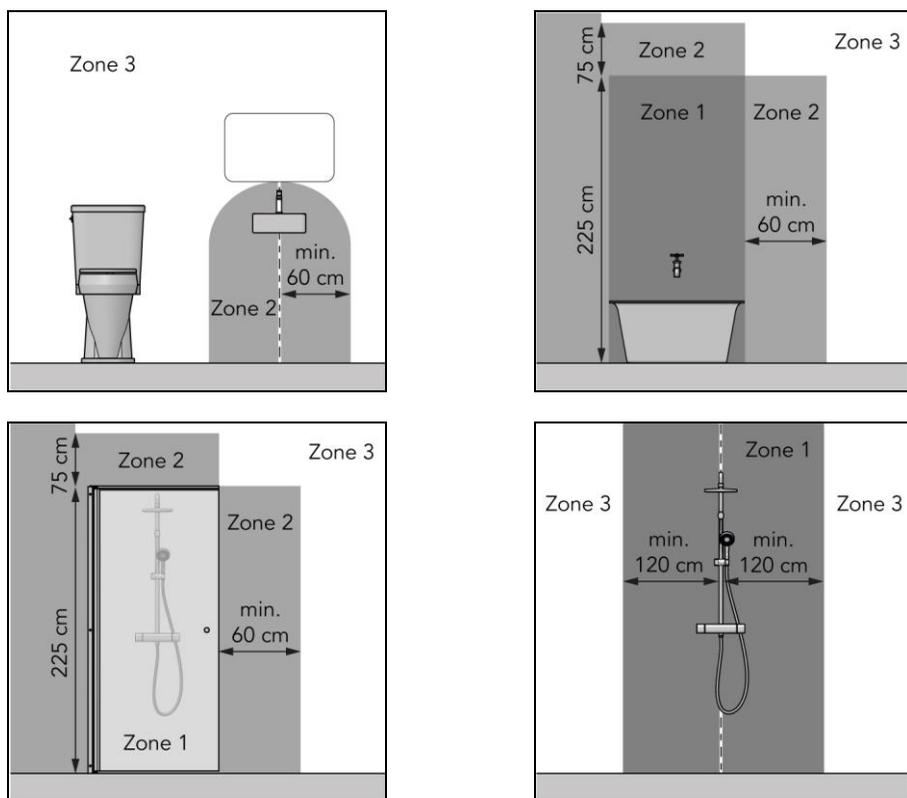

Figura 1
- În zona 3 a unui grup sanitar sau a unei băi cu cadă, a unui duș cu paravan sau fără paravan (Figura 1);